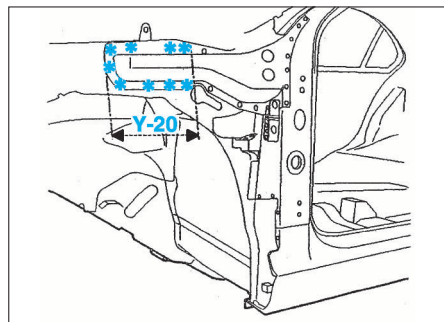

FIG. 21
- Tracer, puis découper le renfort avant de côté de caisse (Fig.21).